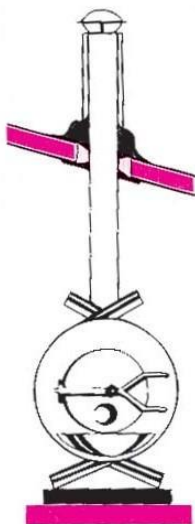

Рис. 2
5.2. При встановленні сталевих димоходів необхідно дотримуватись правил пожежної безпеки в Україні та керуватися нормами СНиП 2.04.05-91 п.3.77. доп.16.1 і п.5.26 Правил пожежної безпеки, (див. рис. 2, 3.).